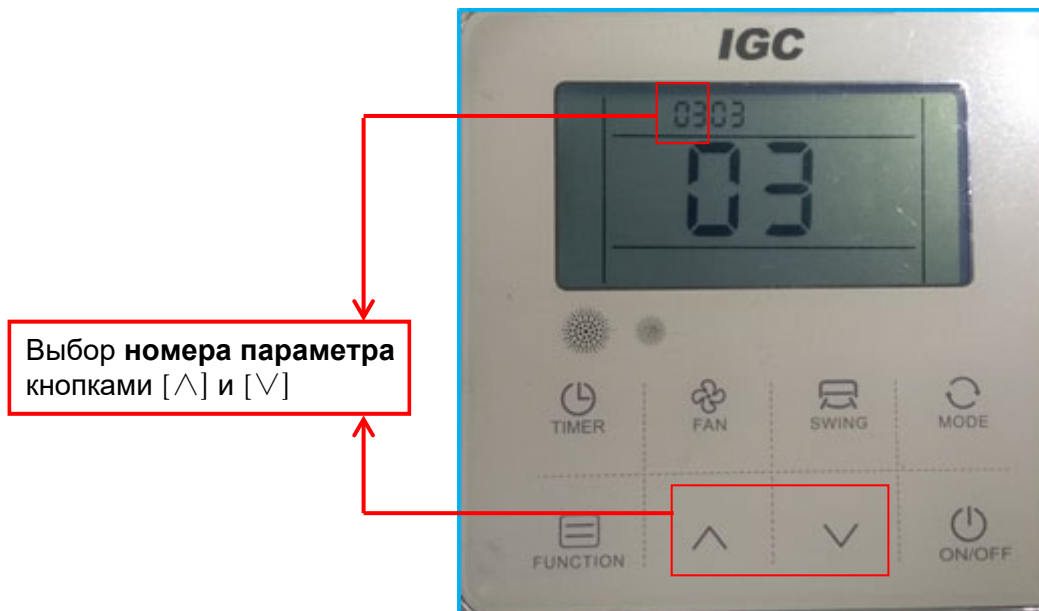

Рис.3.12
- Для каждого номера параметра справа будет высвечивать значение параметра (рис.3.12)